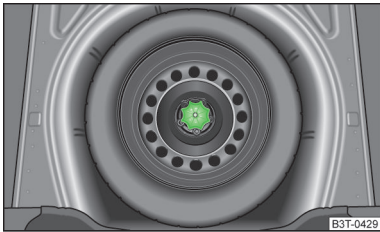

Abb. 136
Das Reserve- bzw. Notrad befindet sich in einer Mulde unter dem Bodenbelag im Gepäckraum und ist mit einer Spezialmutter befestigt » Abb. 136.
- Die Mutter » Abb. 136 entgegen dem Uhrzeigersinn herausschrauben.
- Die Mutter » Abb. 136 im Uhrzeigersinn einschrauben, bis das Rad sicher befestigt ist.